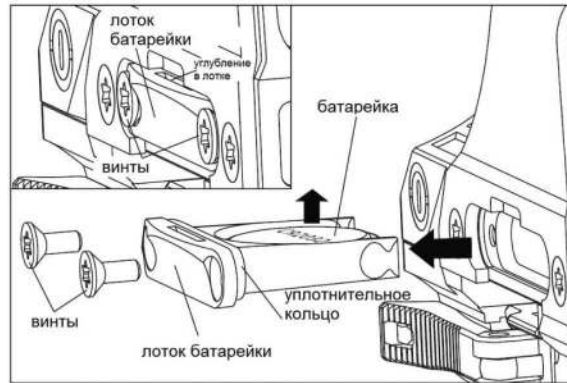

рис.3-1
- 1) Извлечение батарейки (см. Рис. 3-1):